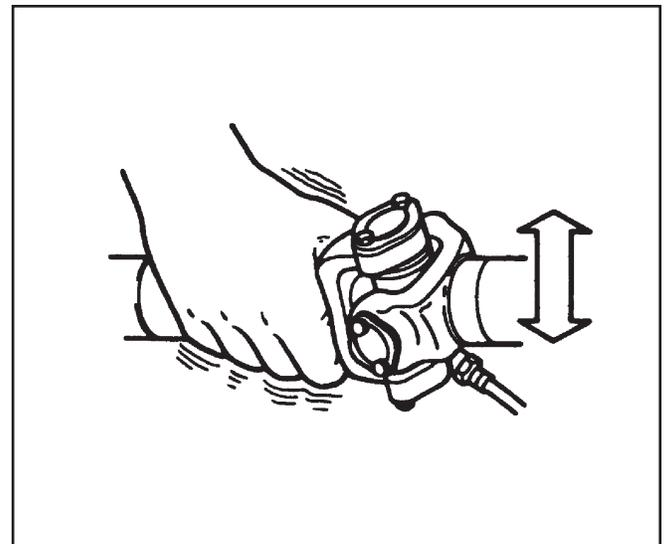

Figure 7 - Graissage des tourillons
1. En même temps que la graisse est appliquée avec une pompe de graissage, déplacer le joint de haut en bas et de côté (Figure 7).